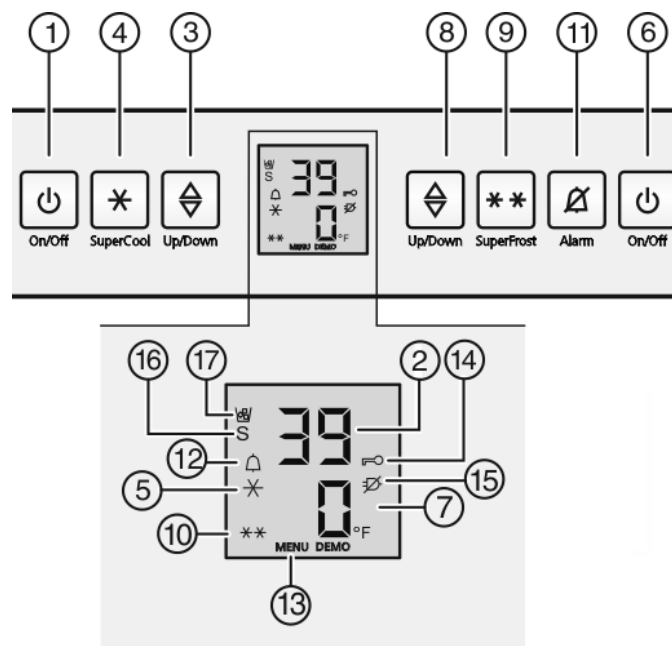

Fig. 3
- ▶ Pulse la tecla On/Off del compartimiento congelador *Fig. 3 (6)*.
- ▶ Pulse la tecla On/Off del compartimiento frigorífico *Fig. 3 (1)*.
- ▶ Activación del modo de ajuste: pulse la tecla SuperFrost *Fig. 3 (9)* durante 5 seg. aproximadamente.
- ▷ El símbolo de menú *Fig. 3 (13)* se ilumina.
- ▶ Utilice la tecla de ajuste del compartimiento congelador *Fig. 3 (8)* para seleccionar °.
- ▶ Confirmación: Pulse la tecla SuperFrost *Fig. 3 (9)* brevemente.
- ▶ Utilice la tecla de ajuste del compartimiento congelador *Fig. 3 (8)* para seleccionar °F o °C.
- ▶ Desactivación del modo de ajuste: Pulse la tecla On/Off *Fig. 3 (6)* del compartimiento congelador.
- ▶ Activar el modo de ajuste: pulse la tecla SuperFrost *Fig. 3 (9)* durante aprox. 5 segundos.
- ▷ En el indicador se visualiza el símbolo Menú *Fig. 3 (13)*.
- ▶ Utilice la tecla de ajuste del compartimento congelador *Fig. 3 (8)* para seleccionar **c**.
- ▶ Confirmar con la tecla SuperFrost *Fig. 3 (9)*.
- ▷ El símbolo de seguridad para niños *Fig. 3 (14)* se ilumina en el indicador.
- ▶ Pulse brevemente la tecla On/Off del compartimento congelador *Fig. 3 (6)*.
- ▷ El símbolo seguridad para niños *Fig. 3 (14)* desaparece.
- ▶ Pulse la tecla Alarm *Fig. 3 (11)*.
Simultáneamente, parpadea la indicación de temperatura y el símbolo de alarma *Fig. 3 (12)*.